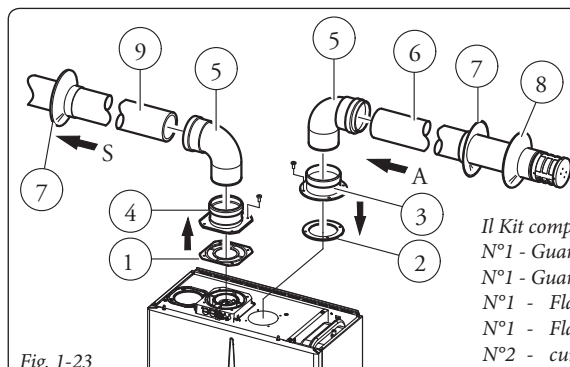

Fig. 1-23
- Montaggio kit separatore Ø 80/80 (Fig. 1-23). Installare la flangia (4) sul foro centrale della caldaia interponendo la guarnizione (1) e serrare con le viti a testa esagonale e punta piatta presenti nel kit. Togliere la flangia piat-